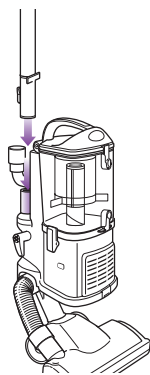

Fig. 9
- 3 Installez l'extrémité du tube de rallonge au tube se trouvant à l'arrière du chariot amovible jusqu'à ce qu'un déclic indique qu'il est en place. (Fig. 9)